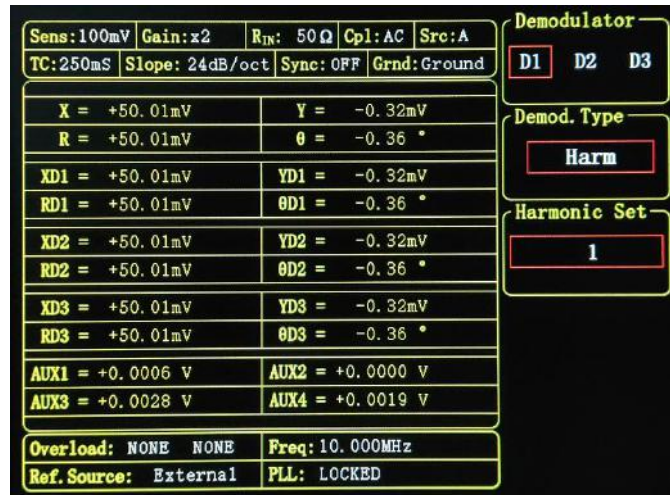

图24. [DEMOM]子菜单
在前面板的菜单栏选择[DEMOD]子菜单进入, 如图 24 所示:
- <Harm> : 设置当前解调器为谐波解调模式。此模式界面如图 24 所示。